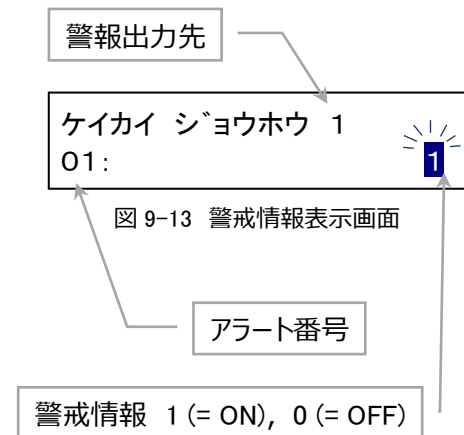

図 9-13 警戒情報表示画面
- ・ 警報出力先を選択後、メニュースイッチを押すと、警報出力先・アラート番号・警戒情報の値が表示されます。(図 9-13)
※図 9-13 の場合は、アラート番号 1 に対応する警戒情報が ON していることを表します。